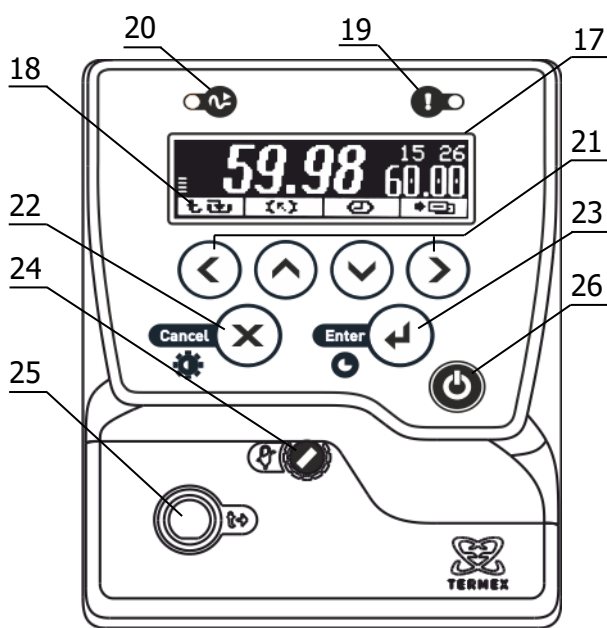

Рисунок 2 – Лицевая панель
1.4.5 Система безопасности блоков регулирования отключает двигатель насоса и нагреватель при срабатывании хотя бы одной из защит или неисправности датчика температуры (1.2.13). При срабатывании системы безопасности раздается звуковой сигнал, загорается индикатор 19 (рисунок 2) и на дисплей 17 выводится информация о причине неисправности.
2.3.1 После подключения сетевого кабеля к электрической сети блок регулирования переходит в режим ожидания. Подключение сопровождается кратковременной подсветкой дисплея 17 (рисунок 2).
2.3.6 Для регулировки яркости подсветки или контраста дисплея нажать кнопку 22 (X), выбрать изменяемый параметр кнопками (▲) и (▼) и установить его значение кнопками (◀) и (▶). Зафиксировать изменение нажатием кнопки 23 (↵) (рисунок 2).
2.7.7 Для выбора уставки в качестве текущей кнопками (▲) и (▼) подвести к ней указатель. Значение отмеченной указателем уставки дублируется крупными цифрами в правой части дисплея. Для подтверждения выбора отмеченной уставки нажать кнопку 23 (↵). Для отмены выбора нажать кнопку 22 (✕) (рисунок 2).
2.7.8 Для изменения численного значения отмеченной указателем уставки нажать кнопку (▶). На рамке, обрамляющей значение уставки в правой части дисплея, появятся «засечки», указывающие на изменяемую позицию в численном значении. Цифра в отмеченной позиции мигает. Нажатиями кнопок (▲) и (▼) установить требуемую цифру в отмеченной позиции. Если удерживать кнопку нажатой, значение уставки будет изменяться непрерывно. Нажатиями кнопок (◀) и (▶) переместить отметку изменяемой позиции. Дискретность изменения значения уставки зависит от положения изменяемой позиции: если отмечена позиция десятков, то при единичном нажатии кнопки (▲) или (▼) значение уставки изменится на 10 °C. Если отмечена позиция десятых долей, то значение уставки изменится на 0.1 °C соответственно. Закончить ввод нового значения уставки нажатием кнопки 23 (↵). Для возврата к значению уставки до ее изменения нажать кнопку 22 (✕) (рисунок 2).
2.8.4 При срабатывании защиты раздается звуковой сигнал и загорается красный индикатор срабатывания системы безопасности 19 (рисунок 2). Работа насоса и нагревателя будет блокирована. На дисплее отобразится текущее состояние системы защит.